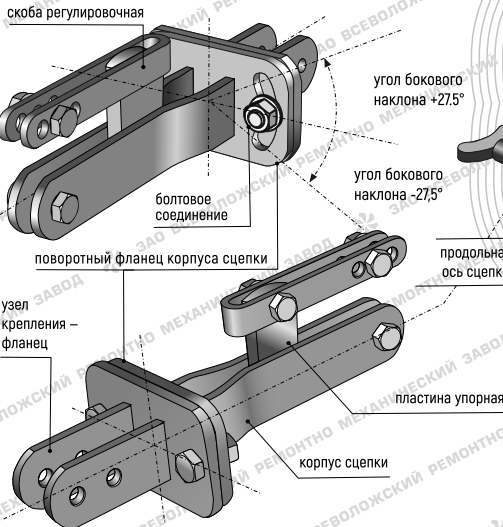

Рисунок 3. МК10.3Р200С (ступенчатая регулировка скобой)
- [только для сцепок моделей МК10.3Р200, МК10.3Р250, МК10.3Р300, см. рисунок 3, 4] при необходимости [для компенсации бокового наклона агрегата при работе с плугом], установите нужный угол бокового наклона стойки навесного орудия поворотом на требуемый угол относительно продольной оси сцепки корпуса сцепки с установленным навесным орудием, предварительно ослабив болтовые соединения на фланце корпуса сцепки;